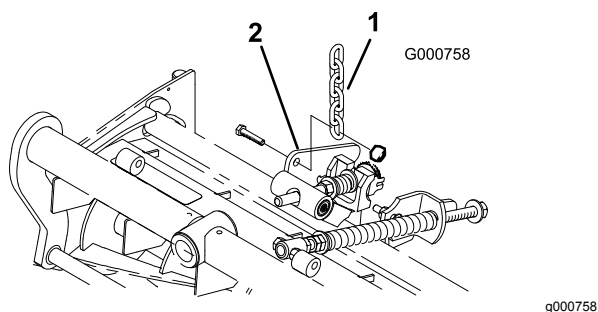

Figure 17
- Retirez l'écrou qui fixe le support du ressort de compensation à la languette du stabilisateur de l'unité de coupe (Figure 17). Installez la chaîne de basculement sur la vis et fixez-la en place avec l'écrou retiré précédemment.